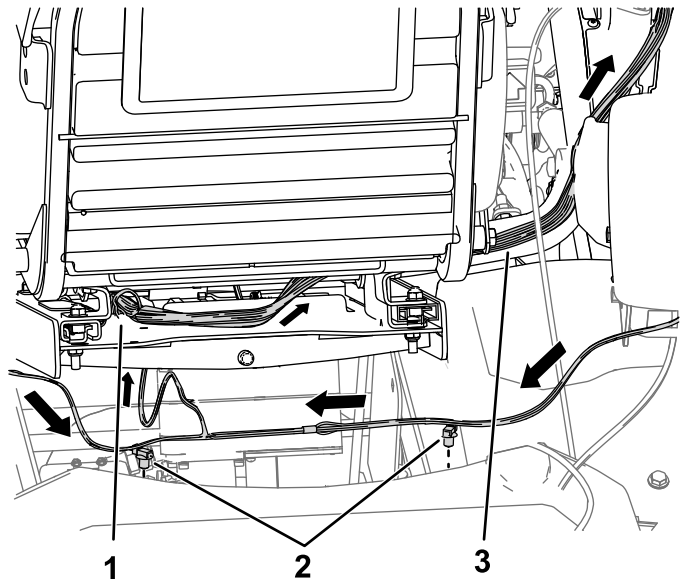

Figura 3
5. Localize os dois fixadores de pressão na cablagem e instale os fixadores no tubo da estrutura (Figura 3).
- Encaminhe a restante cablagem para cima através da parte inferior da placa do banco e seguindo a cablagem da máquina na direção da consola (Figura 3).